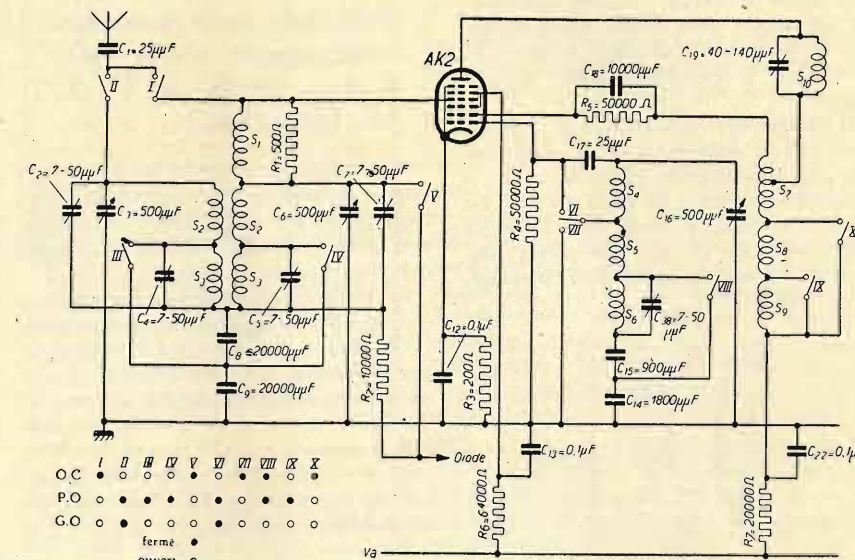

Fig. 1.
**Esempio di montaggio per l'impiego dell'ottodo come convertitore di frequenza su tre gamme di onda.** — Lo schema fig. 1 indica un esempio di montaggio dell'ottodo, dove si utilizza, su onde corte, il filtro aperiodico che permette di semplificare la regolazione su questa gamma d'onde.
mo della rivelatrice e non tra la massa e la griglia-schermo del pentodo finale. La resistenza di caduta per la griglia-schermo della rivelatrice non deve essere di 0,25 ma di 0,5 Megaohm e dovrà essere dall'altro lato direttamente collegata col « + corrente raddrizzata ». Il condensatore da 250 cm. non deve essere collegato tra la placca e la massa, ma tra massa ed il punto di giunzione della impedenza di A.F. col condensatore di accoppiamento da 10.000 cm. e con la resistenza anodica di accoppiamento da 250.000 Ohm. Tutto il resto è stato interpretato perfettamente. La valvola 25Z5 dovrà essere usata secondo il circuito della fig. 1, poichè altrimenti la tensione raddrizzata risulterà troppo bassa. Occorrerà quindi potere disporre di un secondario al trasformatore di alimentazione avente 125 Volta-100 m.A. I due condensatori C1 e C2 debbono essere da 4  $\mu$ F del tipo a carta, isolati a 500 Volta, mentre i condensatori C3 e C4 potranno essere due soliti elettrolitici da 8  $\mu$ F. Il filamento della 25Z5 è a 25 Volta con un consumo di corrente di 0,3 Ampère. Esso può essere alimentato direttamente dalla rete stradale, mediante una resistenza di caduta, ma, avendo il trasformatore, crediamo più oppoportunu ricorrere ad un avvolgimento con tale tensione. Il calcolo dei trasformatori di alimentazione è una cosa semplicissima qualora Ella si attenga a quanto descritto a pag. 355-357 de « l'antenna » n. 8 corrente anno.